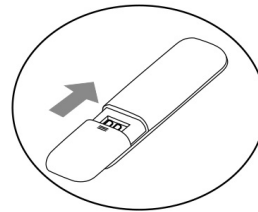

Abb.3
3. Stecken Sie den Rundanschluss für das Bullauge-Kit in den einziehbaren Schlauch und führen Sie den einziehbaren Schlauch mit dem Rundanschluss ohne Kappe in das Bullauge ein (Fig. 3).
(Fig. 3)
- Setzen Sie den Deckel wieder in das Batteriefach ein (beachten Sie die Pfeilrichtung in Abb.3).